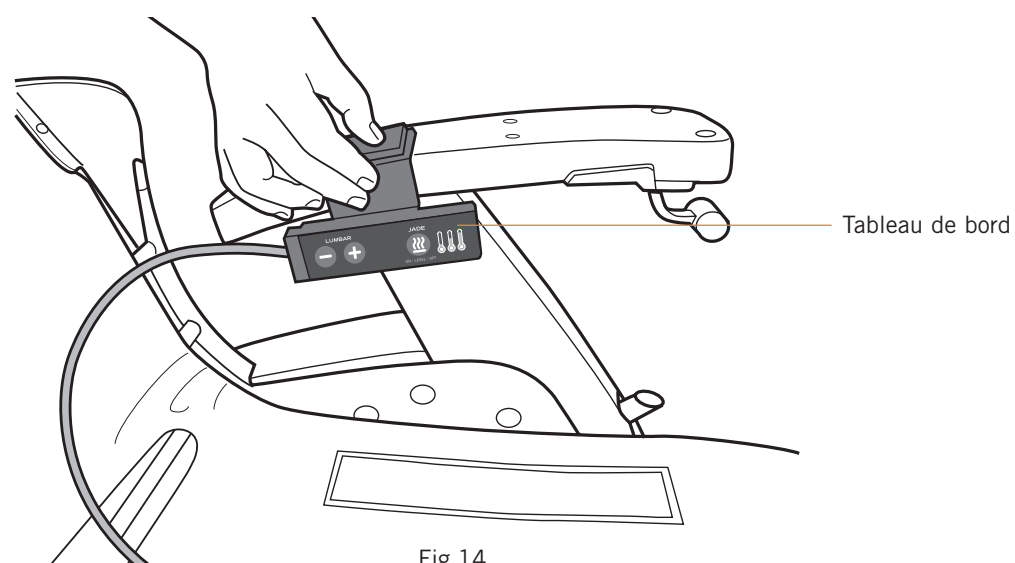

Fig.14
2. Placez le panneau de commande sur l'accoudoir, au-dessus du bras du fauteuil, comme illustré (Fig.14).